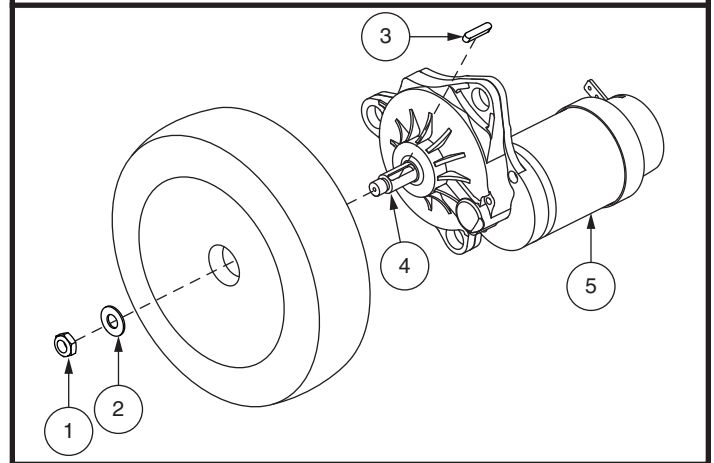

Figura 16. Rimozione della ruota motrice
6. Rimuovere il dado della ruota motrice e la rondella dall'asse. **Vedere figura 16.**
12. Usando un nuovo dado ruota motrice, reinstallare il dado della ruota motrice sull'asse e stringere. **Vedere figura 16.**